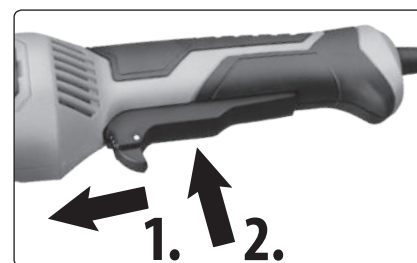

Abb. 6, Entriegelung (Schritt 1.); Einschalten (Schritt 2.)
- Zum Start vom Winkelschleifer 403127, der mit einem Betriebsschalter an der Unterseite des Hauptgriffs ausgestattet ist, ist zuerst die Sicherung gegen ungewolltes Drücken des Betriebsschalters nach vorn zu schieben, und dann erst der Betriebsschalter zu drücken, siehe Abb. 6. Bei diesem Modell kann der Betriebsschalter in der gedrückten Position nicht arretiert werden, weil ein langfristiges Drücken vom Schalter nicht zu anstrengend ist.